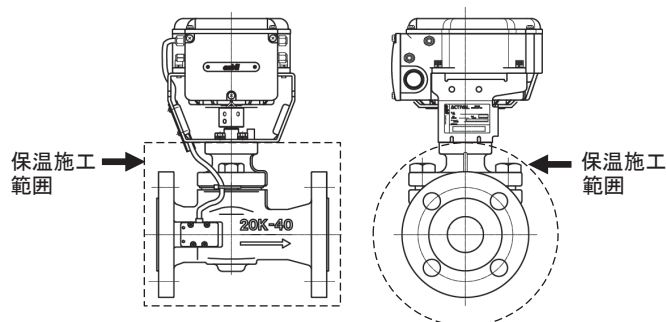

図7 保温施工
- 保温施工は、『図7』の [] の範囲内で処理してください。